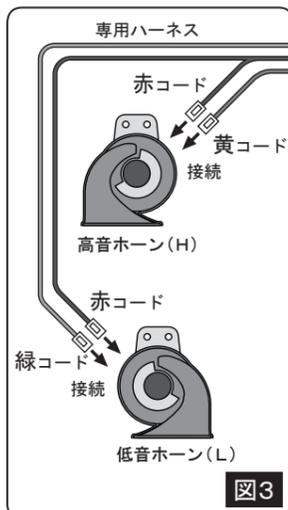

図3
④専用ハーネスの黄&赤コードを高音ホーン(H)に、緑&赤コードを低音ホーン(L)に接続してください。(図3参照)